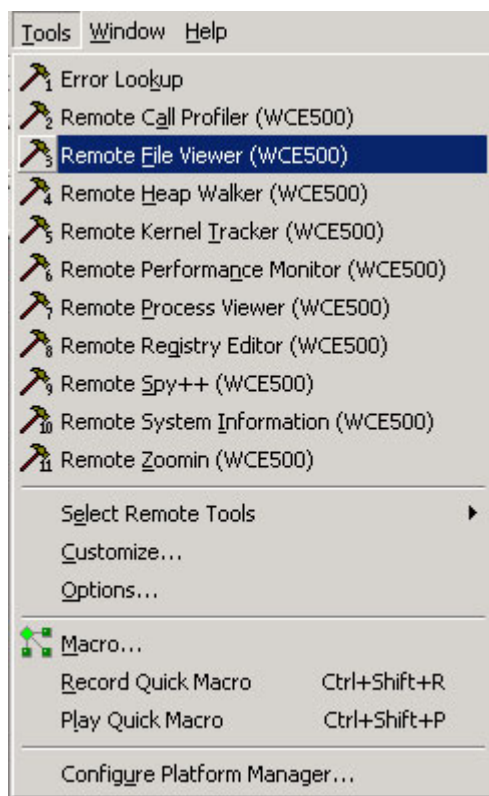

图 3-20 选择 Remote File Viewer
7、连续选择 **OK**, 关掉三个对话框。然后选择 **Tools->Remote File Viewer(WCE500)**, 如图 3-20 所示。